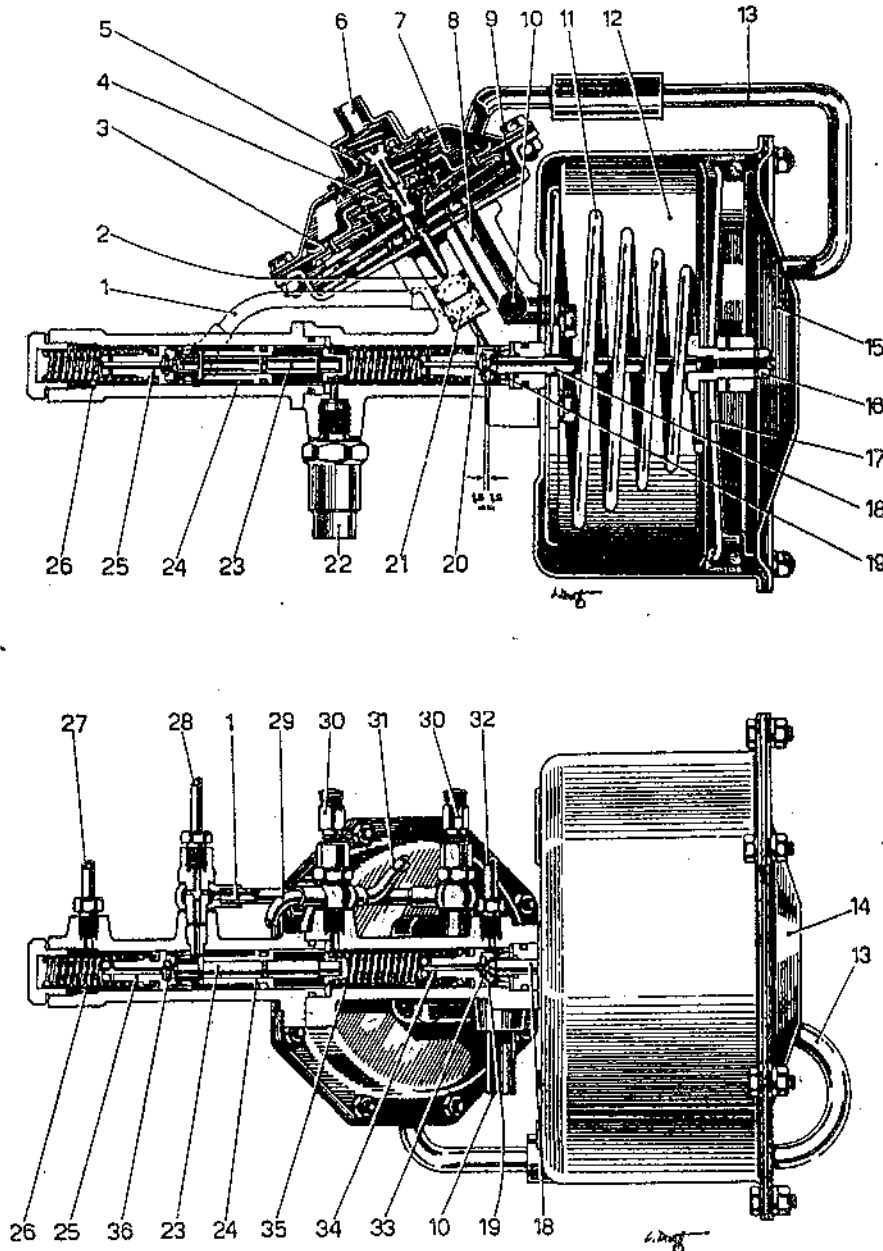

Fig. 05/10 - Coupes du servo-frein.
a) enlever le couvercle du cylindre servo-frein et s'assurer que, dans la position de repos, le jeu préconisé entre tige (18) du servo-frein et piston soit de 1,5 mm. Cette vérification est à exécuter moyennant l'outil 8053055, comme dit dans les « Opérations au banc »;
b) détacher le distributeur dépression de la partie hydraulique et vérifier que le premier des deux pistons (2) (21) coulisse librement. Au cas où le frottement serait excessif, vérifier que le joint annulaire du piston ne soit pas trop renflé; s'il-y-a lieu, le remplacer. Vérifier aussi que le piston ne soit pas grippé. Dans le cas contraire, le remplacer avec le corps hydraulique en alliage léger.
**3e cas:** Si le niveau du liquide dans le réservoir baisse fortement et rapidement, vérifier avant tout qu'il n'y ait pas de fuites de liquide de l'installation. Au cas où il n'y aurait aucune fuite, il faut démonter le servo-frein et vérifier l'étanchéité des joints qui séparent le liquide de la dépression. Les joints sont trois, c'est-à-dire: le joint annulaire (9, fig. 05/7) sur le premier piston commande distributeur, le joint annulaire en caoutchouc (12, fig. 05/7) dans le guide de la tige commande piston circuit AV, et le joint à lèvres monté à l'intérieur du guide tige commande pistons (11, fig. 05/7), la lèvre intérieure duquel rend le guide étanche pendant la course de la tige.